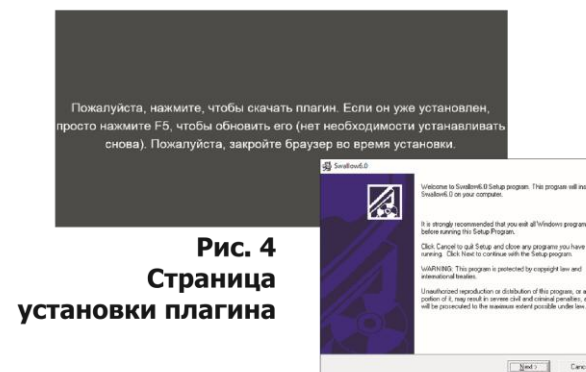

Рис. 4
- При использовании данного продукта впервые, Вам необходимо загрузить и установить плагин в соответствии с инструкциями, как показано на рис. 4.